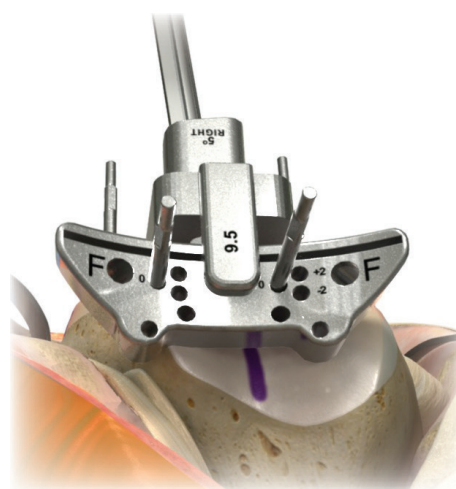

Figura 3
5. Use Pines de Trocar para asegurar el Bloque de Corte Femoral Distal al fémur anterior a través de los dos agujeros marcados con "O" (Figura 3).